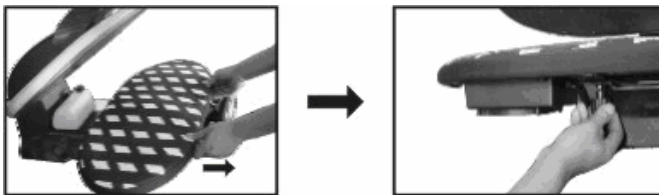

Imagen 7
- d.) Desprenda la fijación de la tabla en la parte inferior de la superficie de la plancha. Tire de la tabla para sacarla y alfilere el dispositivo de sujeción de nuevo (véase Imagen 7)